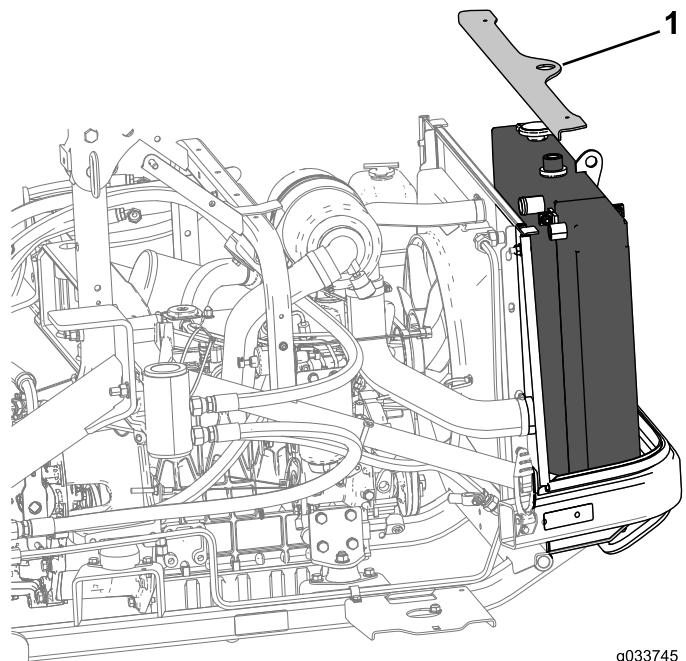

Figura 2
- Retire o suporte do radiador, desaperte o resguardo da ventoinha e incline o conjunto do radiador para trás para as montagens inferiores (Figura 2).